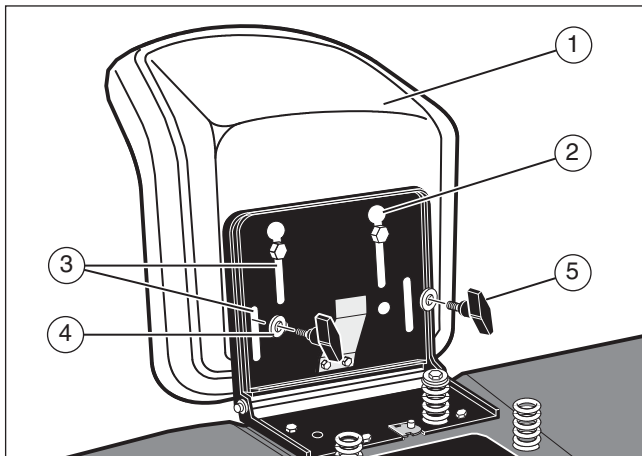

Figur 1
Brug en kniv til at skære de fire sider af kartonen. Monter forhjulene (1) i kartonen. (see Figur 1).